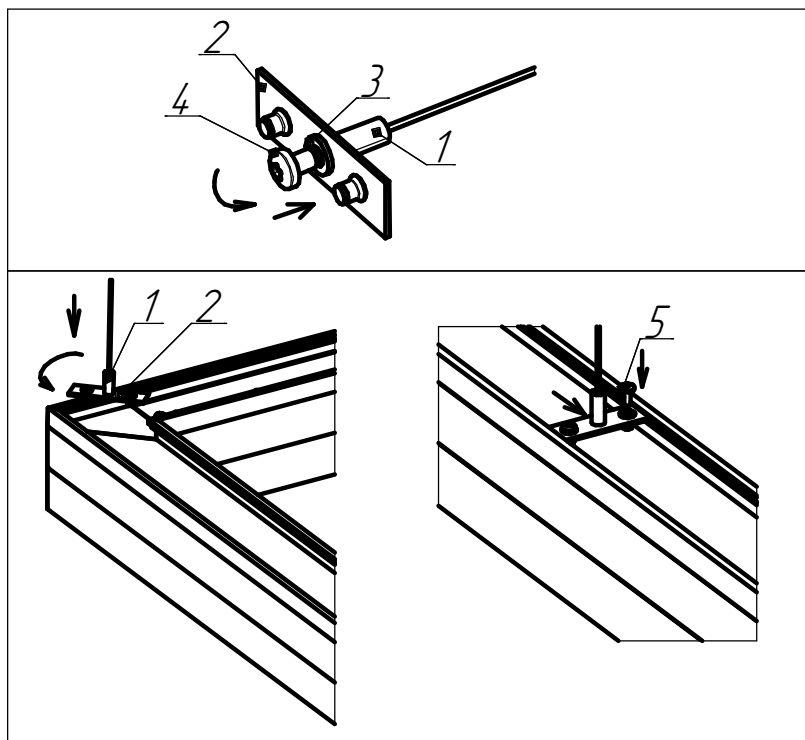

Рисунок 2 - Схема установки тросового подвеса на светильник
5.3 ***Установка светильника на тросовый подвес (см. рисунок 2) :***